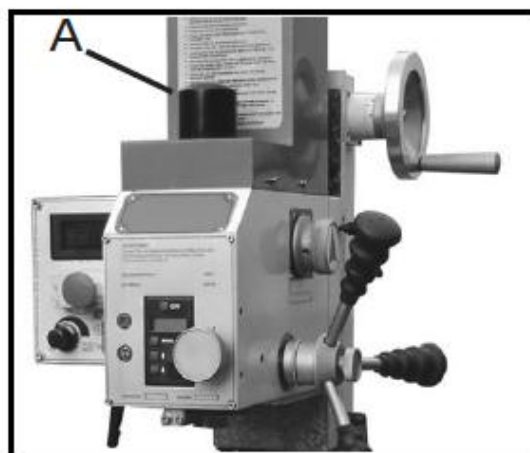

Рис. 14
2. Снимите крышку тягового стержня и положите на крышку двигателя (А, рис. 14).